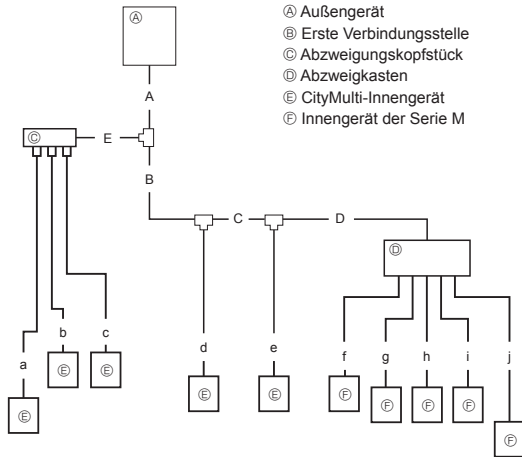

Fig. 4-7
4.1.3-4 Auswahl der Rohrgröße (Fig. 4-7)